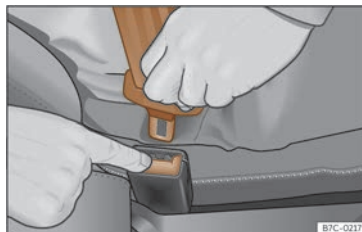

Fig. 24 Soltar a lingüeta do peche do cinto.
- Prema a tecla vermella no peche >>> **fig. 24.** A lingüeta saltará do peche.